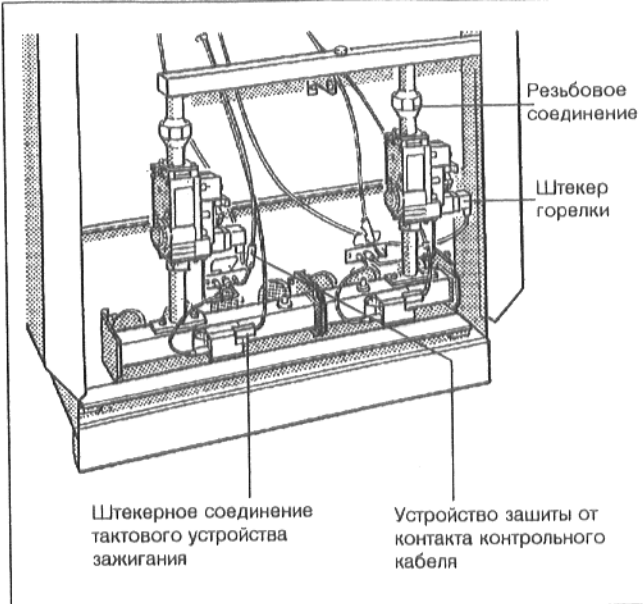

Рис. 39.: Газовая горелка с арматурой Honeywell VR 4601
- Ослабить винты на штекерах горелки и вынуть штекеры горелки из арматуры (Рис. 39).
- Отключить штекерные соединения на тактовых устройствах зажигания (Рис. 39).
- Снять защиту от контакта на контрольных кабелях (Рис. 39) и отключить штекерные соединения.
- Отсоединить резьбовое соединение газовой горелки над арматурой от трубы подключения газа (Рис. 39).